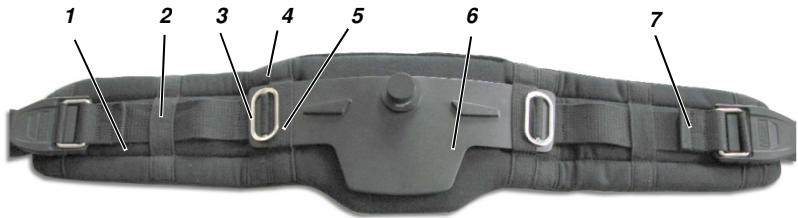

Fig. 40 Cinturón con placa lumbar pivotante
En estas opciones se puede acoplar una placa lumbar pivotante en el cinturón. El cinturón va montado directamente sobre una placa lumbar pivotante, como se muestra en la Fig. 40.
- (1) Pasar las hebillas metálicas y el cinturón, como se muestra en la Fig. 40, a través de las trabillas **exteriores** del acolchado del cinturón.
- (2) Introducir la placa lumbar giratoria en las dos trabillas **interiores** del acolchado del cinturón.
- (3) Montar las hebillas metálicas, como se muestra, en la placa lumbar giratoria.